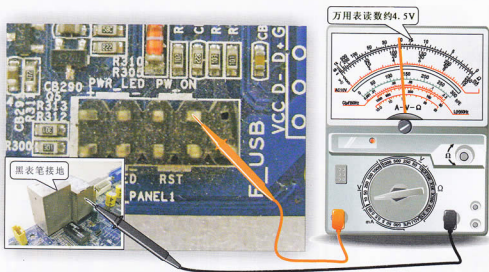

图10-21 检测开关脚的电压
(1) 首先将万用表调到10V直流电压挡,然后测量开关脚的电压,正常情况下,应为3~5V,检测后发现,开关脚电压正常,表明主板的供电电路正常,如图10-21所示。